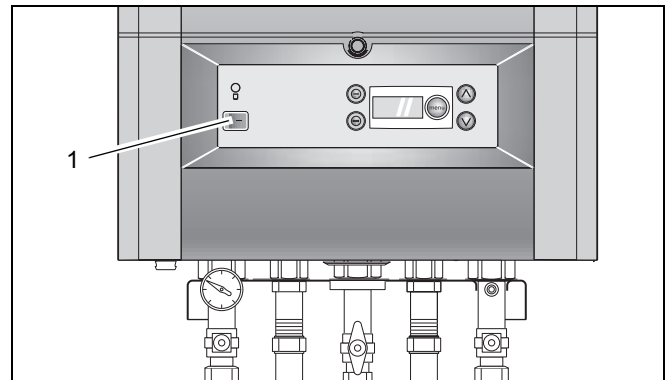

Fig. 1 Automat de ardere DBA
- Cazanul se scoate din funcțiune, pentru asta se poziționează comutatorul de funcționare pe "0" (Fig. 1, Poz. 1).